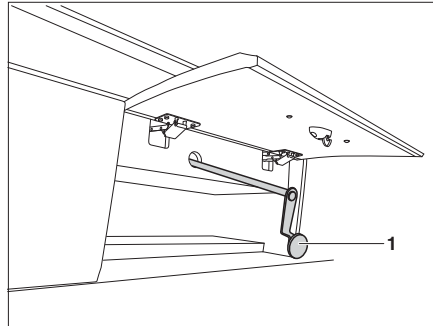

Bild 148 Nödmanövrering för elektrisk höjbar säng
- ▷ Vid strömavbrott kan den elektriskt höjbara sängen också manövreras med en nödvev (Bild 148). Denna befinner sig bakom en förvaringslucka.